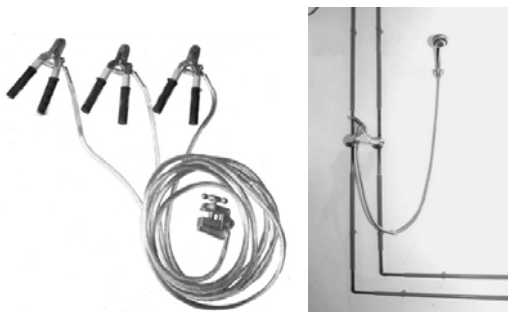

图 4-2 临时接地线及应用
(2) 检修前必须用验电笔复查被检修电路, 证明确实无电时, 才能开始动手检修。
(3) 如果被检修线路比较复杂, 应在检修点附近安装临时接地线, 将所有相线互相短路后再接地, 人为造成相间短路或对地短路, 如图 4-2 所示。这样, 在检修中万一有电送来, 会使总开关跳闸或熔断器熔断, 以避免操作人员触电。